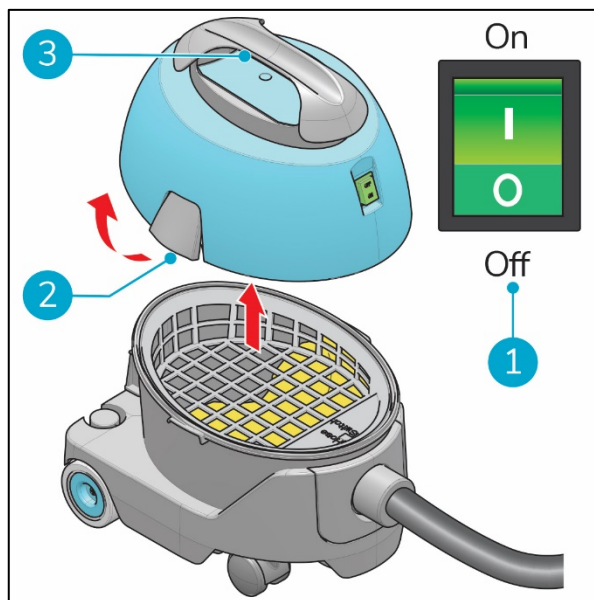

Figura 18
1. Spegnere l'i-vac® 5 dall'interruttore ON/OFF (Figura 18, pos 1).
2. Rilasciare i fermi (Figura 18, pos 2).
3. Sollevare la parte superiore dalla maniglia (Figura 18, pos 3).